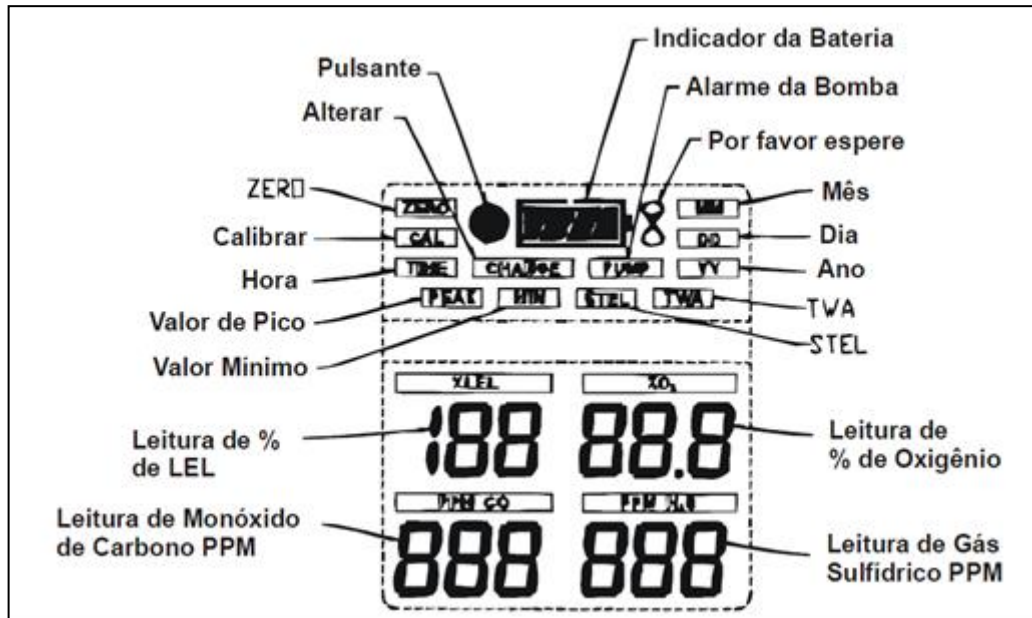

Figura 05 – Entendendo o Display
3. Assim que o autoteste for completado, o instrumento entrará no modo de medição e estará pronto para uso. O instrumento entra no modo de medição e as concentrações de gás aparecerão no display (**% LEL / % O₂ / PPM CO / PPM HS2**) (ver Figura 05);